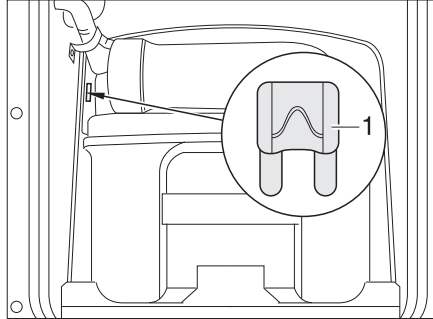
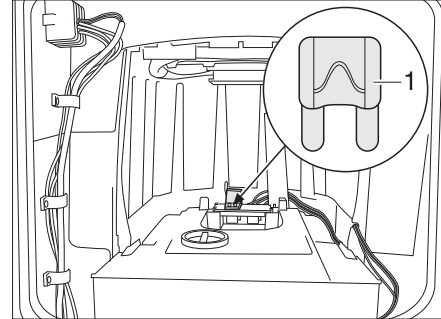

Fig. 287 Fusibile della toilette Thetford
Fig. 288 Fusibile della toilette Thetford (alternativa)
- Sostituire il fusibile (Fig. 287,1 o Fig. 288,1).